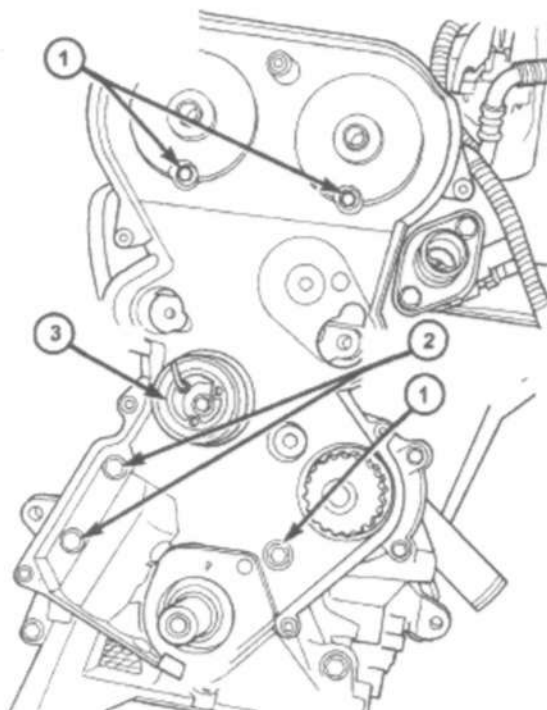

Рис. 101 Задняя крышка ремня ГРМ.
- (1) Установить заднюю крышку ремня ГРМ и болты (Рис.101).